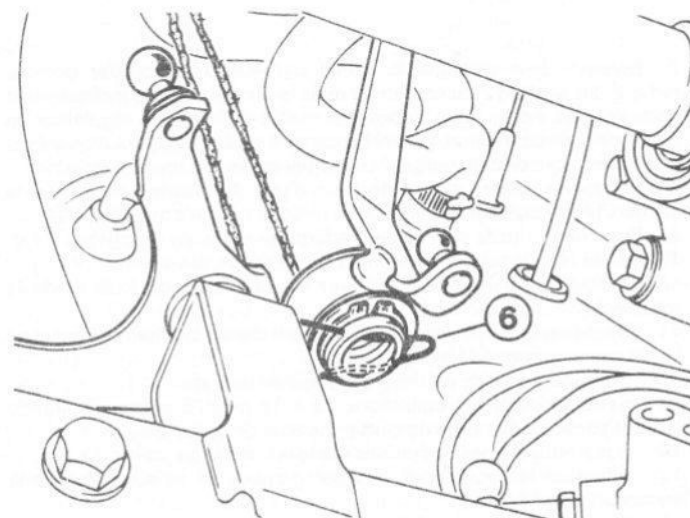

Fig. 13.108 Extraire l'attache élastique (6) de la timonerie de changement de vitesse (Sec 20)
- 16 Extraire l'attache élastique (6) Fig. 13.108 de la timonerie de changement de vitesse, décrocher les biellettes de sélection et d'engagement et les attacher verticalement hors du chemin à l'aide d'un fil métallique ou de ficelle.